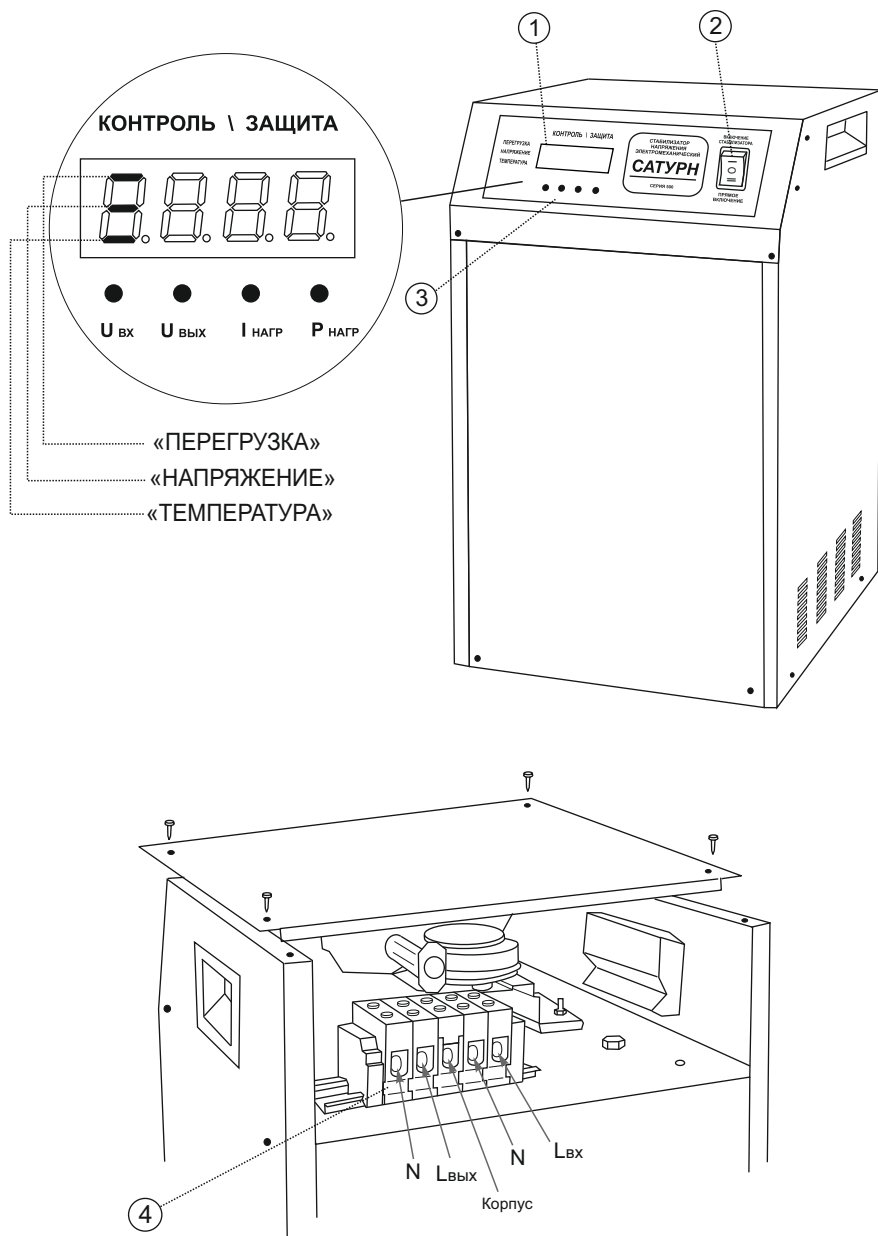
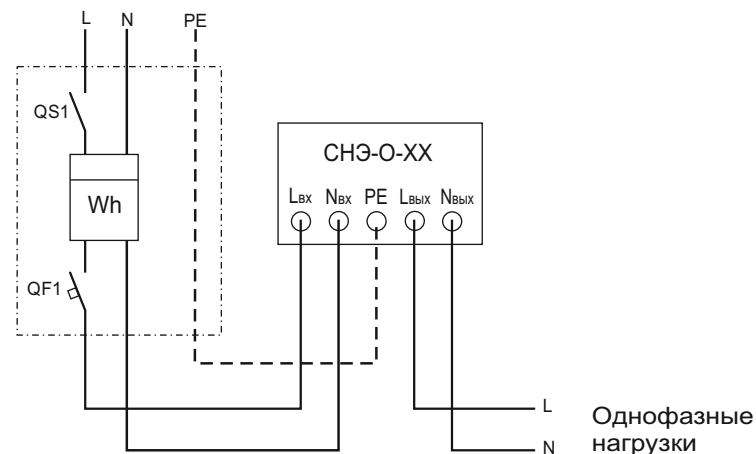

Рис. 1. Внешний вид стабилизатора
Рис. 2. Схема включения стабилизатора СНЭ-О-XX в однофазную сеть
Для однофазной сети (маркировка СНЭ-О) используется один блок (рис. 2), для трехфазной сети (маркировка СНЭ-Т) необходимо три блока СНЭ-О, включенных по схеме «звезда» (рис. 3).
На передней панели блока (рис.1) находятся:
- цифровой индикатор «КОНТРОЛЬ / ЗАЩИТА» (рис. 1 поз.1) для визуального контроля параметров сети и нагрузки, а также для индикации включения защиты по току, напряжению и температуре (горизонтальный сегмент в первом разряде индикатора);
- переключатель режимов работы «ВКЛЮЧЕНИЕ СТАБИЛИЗАТОРА – О – ПРЯМОЕ ВКЛЮЧЕНИЕ»; (рис.1 поз. 2);
- кнопочный переключатель выбора измеряемого параметра: «Uвх», «Uвых», «Iнагр», «Pнагр» (рис.1 поз. 3).
Подключение блока осуществляется через клеммные колодки, находящиеся под верхней крышкой (рис.1 поз. 4).
**Запрещается производить подключение стабилизаторов к трехфазной сети по схемам, не указанным в настоящем руководстве (рис.2, 3) или не согласованным с изготовителем.**
Произвести подключение входных и выходных проводов по схеме (рис.2, 3) сечением не менее указанного в Таблице 1, согласно маркировке на клеммной коробке (рис.1 поз.4):